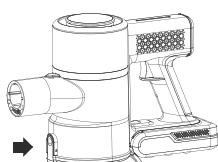

Рисунок 1
- Нажмите кнопку спуска, нижняя часть автоматически опустится, рис. 1.